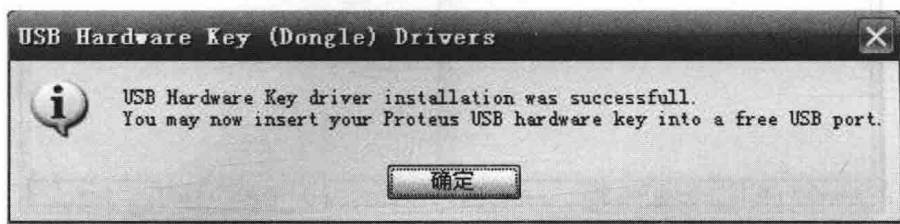

图 1-7 Proteus 安装插入加密狗提示界面
⑤ 显示加密狗驱动安装完成，提示现在可以将 Proteus USB 加密狗插入到空闲的 USB 插槽中，如图 1-7 所示。插入加密狗后红色指示灯亮，安装完成。